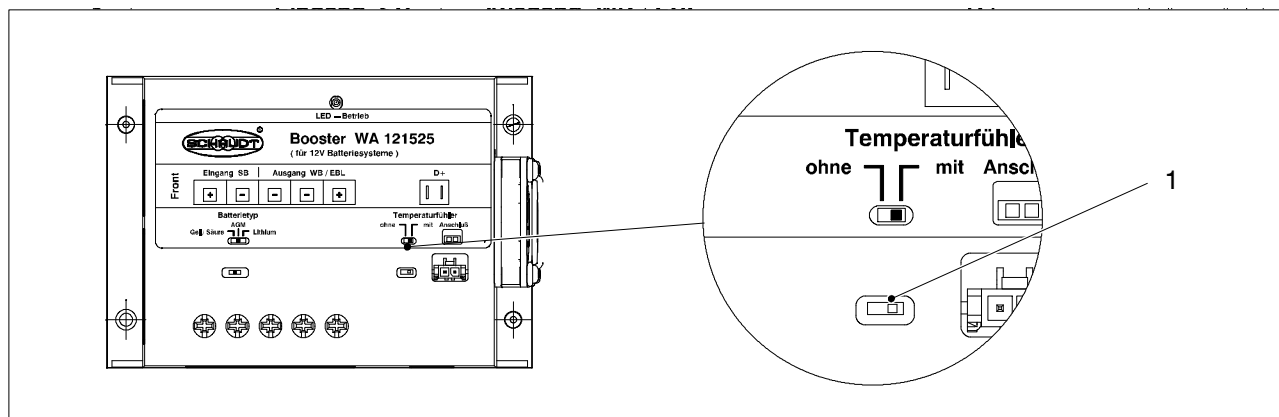

Fig. 7 Sensore temperatura: Collegamento e impostazione
- Collegare il connettore al booster (fig. 7, pos. 1).
- Regolare l'interruttore scorrevole sul booster (fig. 7, pos. 2).
Con il sensore temperatura collegato: cavo del sensore interrotto.	Staccare il connettore del sensore temperatura e portare l'interruttore della fig. 7 Pos. 2 in posizione "senza"; quindi rivolgersi al servizio clienti.